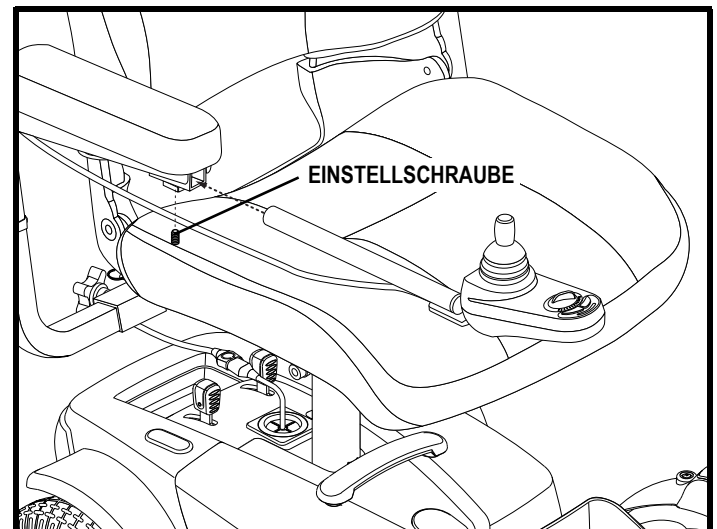

Abb. 20. Position des Steuerpults
4. Schwenken Sie die Armlehne nach oben und lösen Sie die Einstellschraube. **Siehe Abb. 20.**